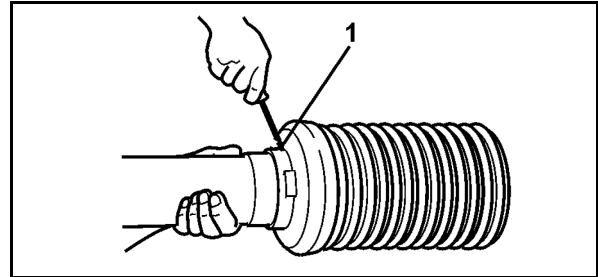

Рис. 50
2. Викрутіть стопорний гвинт (Fig. 50/1) на захисному конусі.